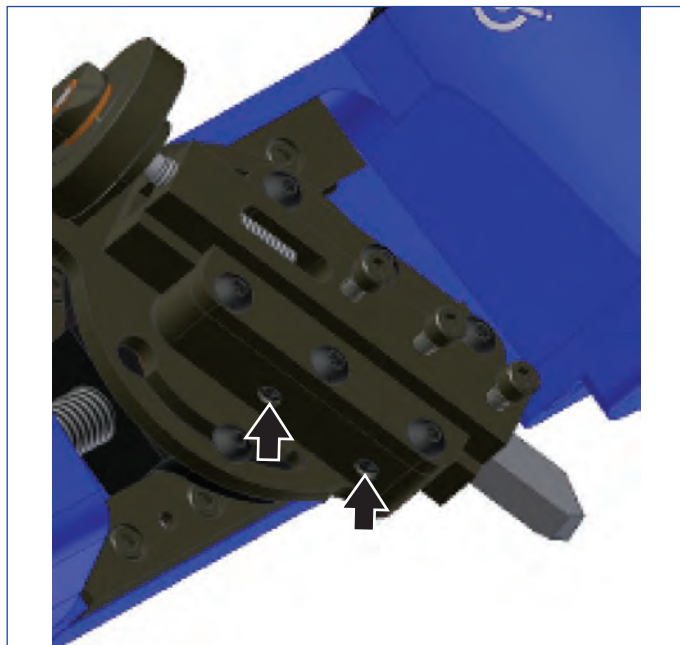

Figura 8
6. Remova qualquer resíduo da ferramenta de corte, ajustando o conjunto de parafusos da ferramenta de corte (ver Figura 8). Aperte ou solte ligeiramente os conjuntos de parafusos até que o parafuso de ajuste de profundidade gire livremente, sem dificuldade de rotação.
Ajuste da ponta do conjunto do parafuso de latão (ver Figura 8).